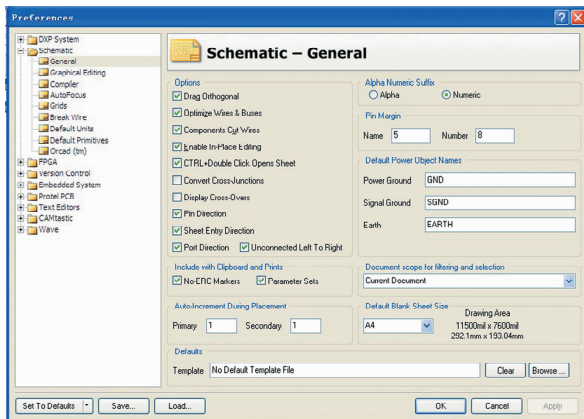

图 2.20 “Preferences” 对话框
(1) 在 SCH 原理图图纸上右击，在弹出的快捷菜单中选择“Options→Schematic Preferences...”选项，将弹出如图 2.20 所示的“Preferences”对话框。或者执行菜单命令“Tools→Schematic preferences...”，也可以弹出“Preferences”对话框。单击“Schematic”卷标，选择“Grids”选项卡。